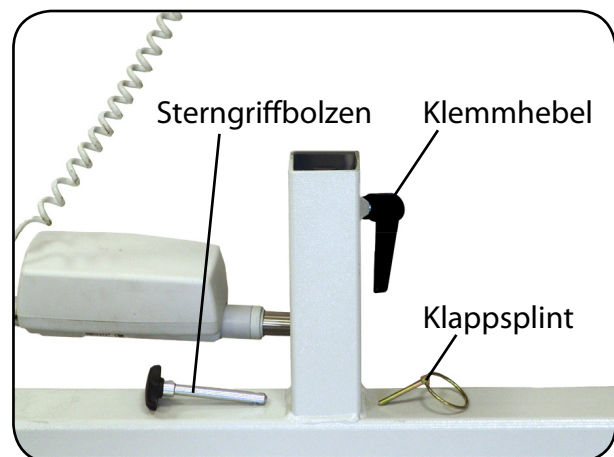

Abb. 6.1.04 - Standmastaufnahme
3. Entfernen Sie den Sterngriffbolzen mit Klappsplint aus der Bohrung und schrauben Sie den Klemmhebel weitmöglichst heraus (Abbildung 6.1.04).